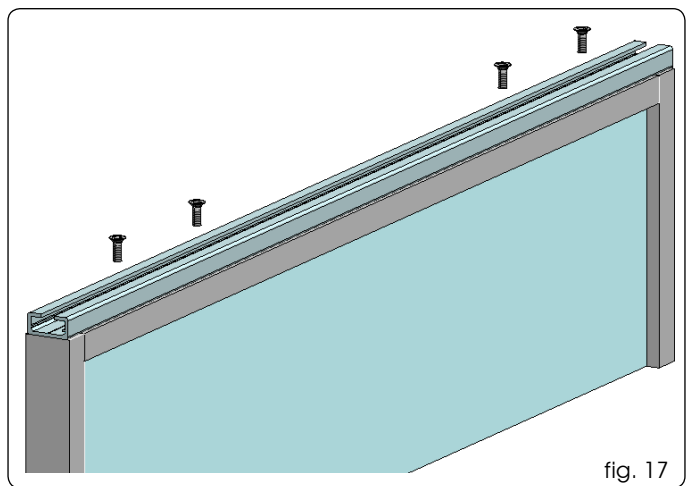

fig. 17
1. Fissare all'anta il profilo attacco anta tagliato della stessa lunghezza e fissarlo con viti adeguate sulla parte superiore (fig. 17).